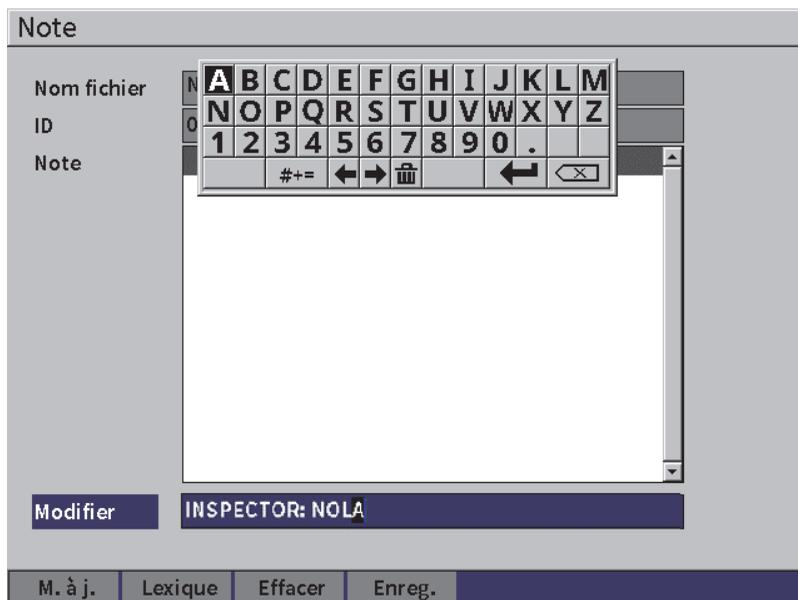

Figure 9-23 Page Note — Information insérée
7. À l'aide du clavier virtuel, de la molette et de la touche d'entrée, saisissez vos modifications (jusqu'à 32 caractères) [voir Figure 9-23 à la page 150].